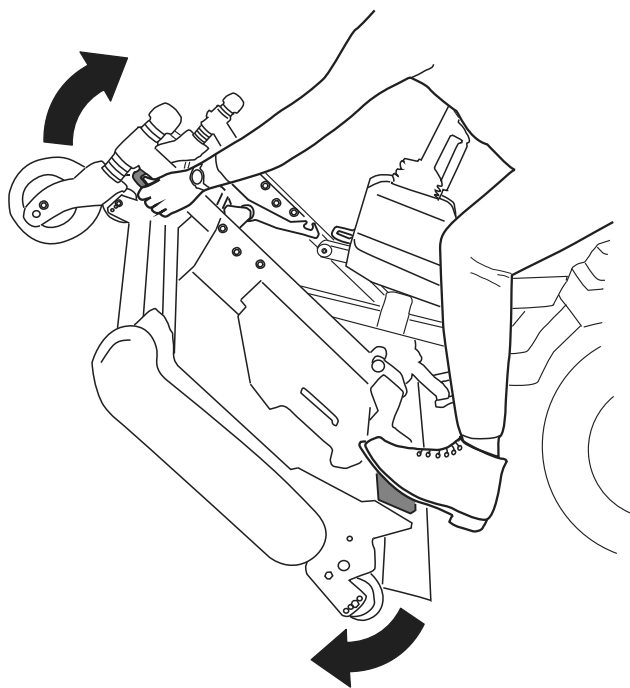
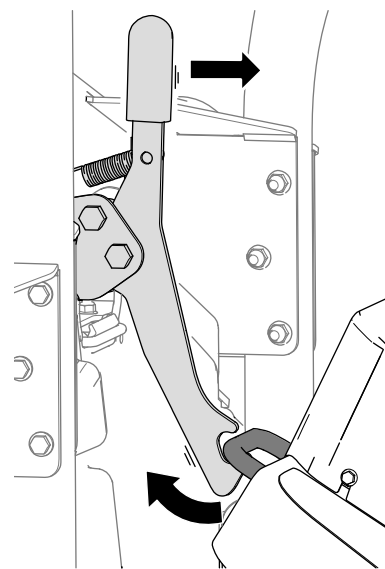
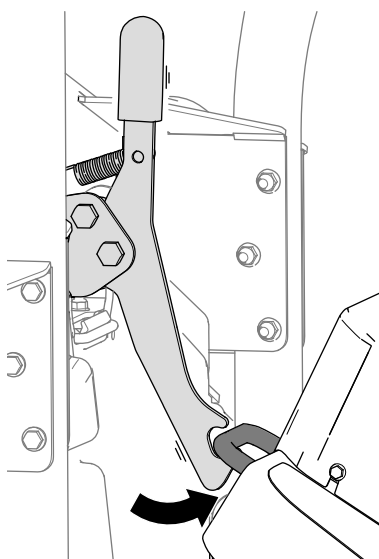

Рисунок 36
Рисунок 38
Рисунок 37
5. Поверните режущий блок (Рисунок 36) так, чтобы защелка вошла в зацепление с крепежным кронштейном (Рисунок 37).
1. Освободите защелку режущего блока от крепежного кронштейна (Рисунок 38), для этого немного поверните режущий блок вперед (см. Рисунок 36) и потяните рукоятку защелки вперед.